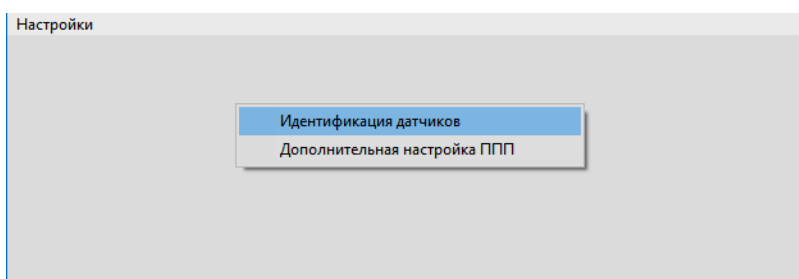
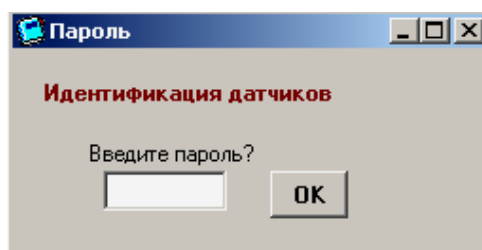

Рисунок 3.1
Рисунок 3.2
3.2 На начальной форме помощью ПКн активировать всплывающее меню (рисунок 3.1) и выбрать опцию «Идентификация датчиков». С помощью ЛКн активировать выбранную опцию. Если программа обнаружит подключенную систему, то появится форма ввода пароля (рисунок 3.2). В противном случае форма ввода пароля не активируется.
3.3 Ввести системный пароль (рисунок 3.2) для входа в форму настройки контроля. Первичный системный пароль – 11907.